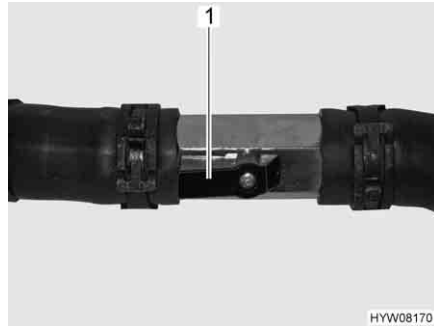

Fig. 204 Llave de paso abierta
- Poner la palanca (Fig. 204,1) en la posición paralela a la tubería (Fig. 204). Cuanto más se abra la llave de paso tanto más alta será la potencia calorífica.